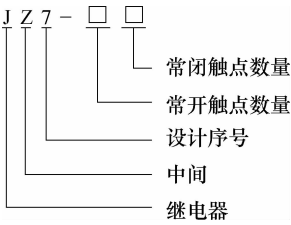

图 1-28 JZ7 系列型号
3) 中间继电器。常用的典型产品有 JZ7、JZ14 等系列。JZ7 系列型号如图 1-28 所示。